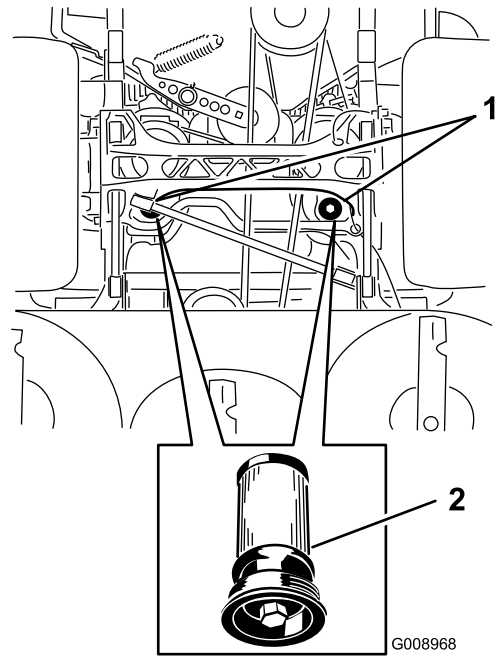

Figura 92
5. Coloque un recipiente debajo del filtro, retire el filtro usado y limpie la superficie (Figura 92).
6. Aplique una capa fina de fluido hidráulico a la junta de goma del filtro nuevo (Figura 92).